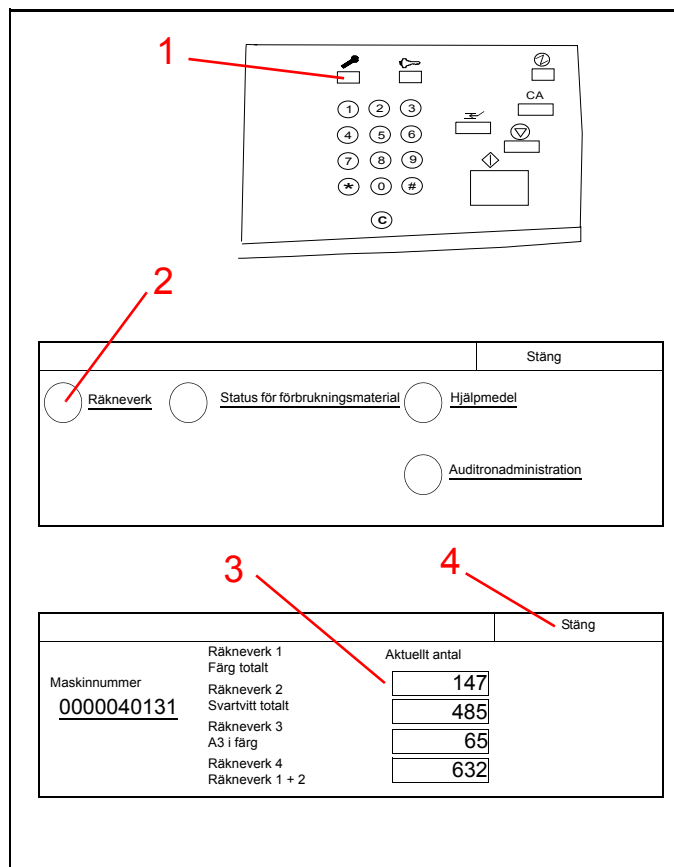

Figur 20
1. Se figur 20. Dra långsamt ut magasinet. Om du hör att papper rivs sönder eller skrynklas, dra inte ut magasinet ytterligare utan försök att nå och ta bort det fastnade papperet.